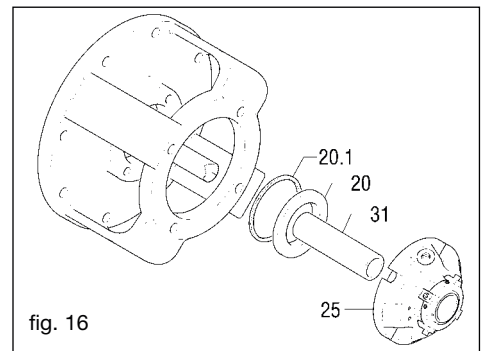

fig. 16
- Lubrificare leggermente il distanziere (31) per facilitare il montaggio iniziale della tenuta (fig. 16)